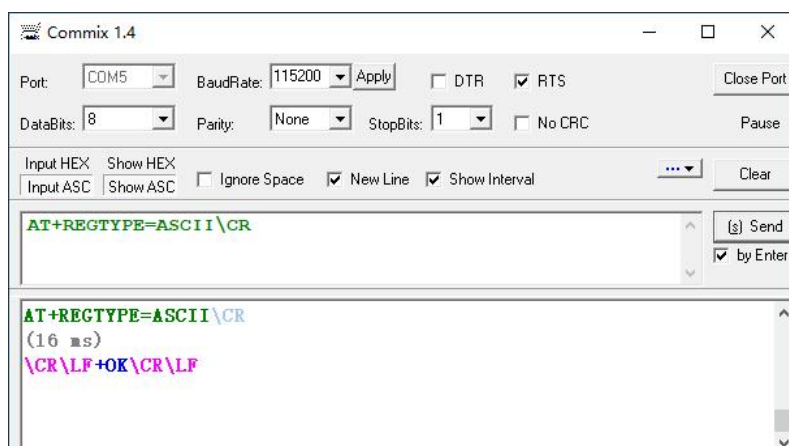

图 15-8 注册包信息输入类型设置界面
4) 设置注册包信息输入类型, 如图 15-8 所示, 设置为 ASCII 输入类型;